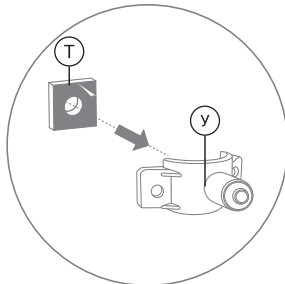

Рис. 28
- Приклейте прокладку (Т) (рис. 28) с внутренней стороны хомута (У), одновременно совмещая отверстие в прокладке с отверстием в штуцере хомута.